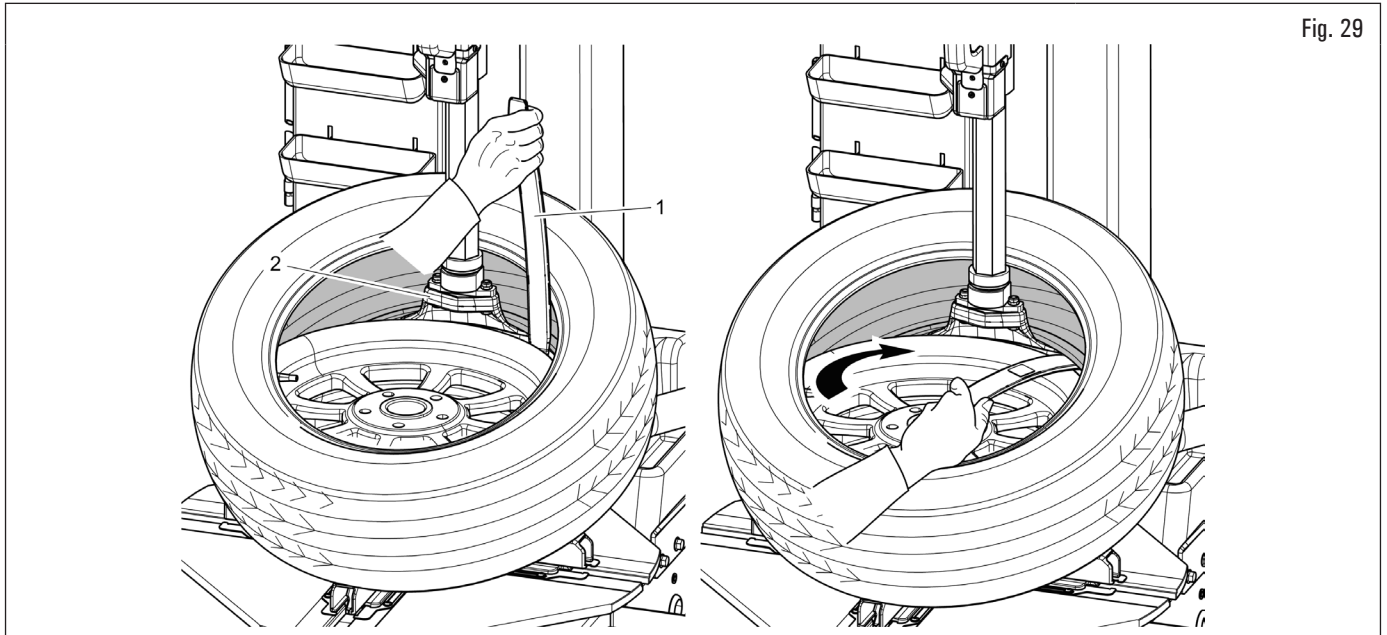

Fig. 29
7. à l'aide du levier (Fig. 29 réf. 1) amener le deuxième talon du pneumatique sur l'outil de la tête outil (Fig. 29 réf. 2) ;
8. en maintenant le levier (Fig. 29 réf. 1) dans cette position, faire tourner le mandrin dans le sens des aiguilles d'une montre jusqu'à la séparation complète du pneu de la jante ;